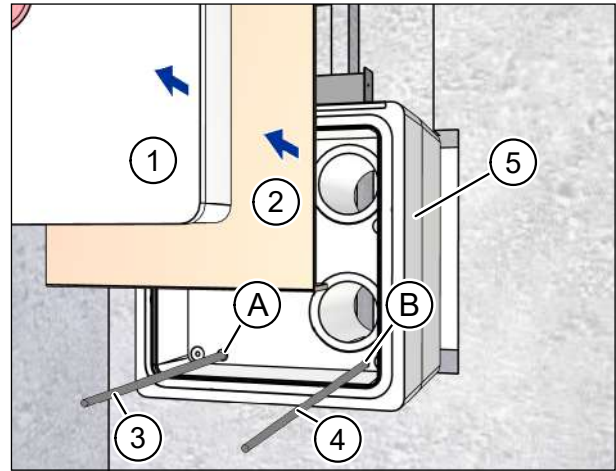

Abb. 22: Mauerkasten einsetzen
- ▶ Entfernen Sie den Putzschutzdeckel (Pos. 1 in Abb. 22) vom Mauerkasten (Pos. 5 in Abb. 22).
- ▶ Entfernen Sie die Kartoneinlage (Pos. 2 in Abb. 22) vom Mauerkasten (Pos. 5 in Abb. 22).
- ▶ Fädeln Sie das Netzkabel (Pos. 3 in Abb. 22) durch den Kabeleinlass A (Pos. A in Abb. 22) im Mauerkasten.
- ▶ Durchstoßen Sie ggf. mit einem Schraubendreher den verschlossenen Kabeleinlass B (Pos. B in Abb. 22).
- ▶ Fädeln Sie ggf. das Steuerkabel (Pos. 4 in Abb. 22) durch den Kabeleinlass B (Pos. B in Abb. 22) im Mauerkasten.
- ▶ Schieben Sie den Mauerkasten (Pos. 5 in Abb. 22) vollständig in den Mauerdurchbruch.